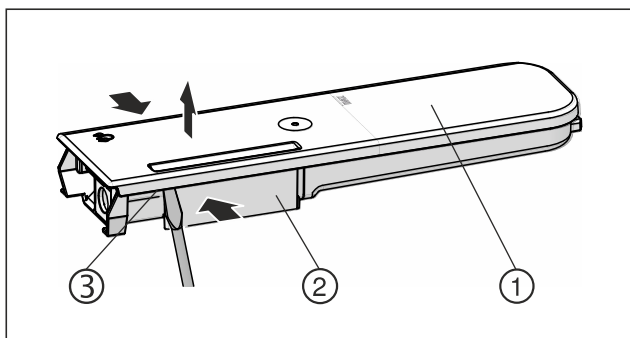

Fig. 153
- ▶ Rezervoar za vodo Fig. 153 (2) potisnite skupaj in pokrov Fig. 153 (1) previdno dvignite in povlecite navzgor nad zaklepne utore Fig. 153 (3).
- ▶ Pokrov Fig. 153 (1) narahlo potisnite v eno in drugo smer, nato ga odstranite s potiskom navzgor.